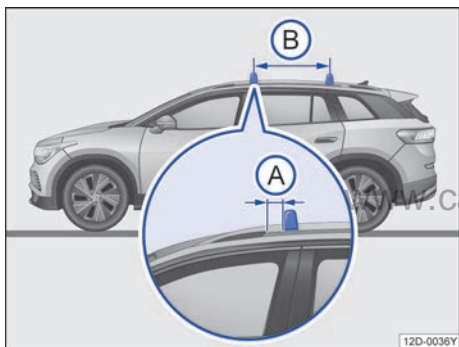

图 140 配备车顶行李架基架的汽车：行李架杆的固定点
行李架杆安装在车顶行李架基架上。同时前行李架杆与前车顶行李架脚→图 140(A)之间的距离为 3~6.5 cm。行李架杆的相互距离(B)应大约为 70~75 cm。
- 行李架杆只能安装在平行箭头→图 140(B)之间。